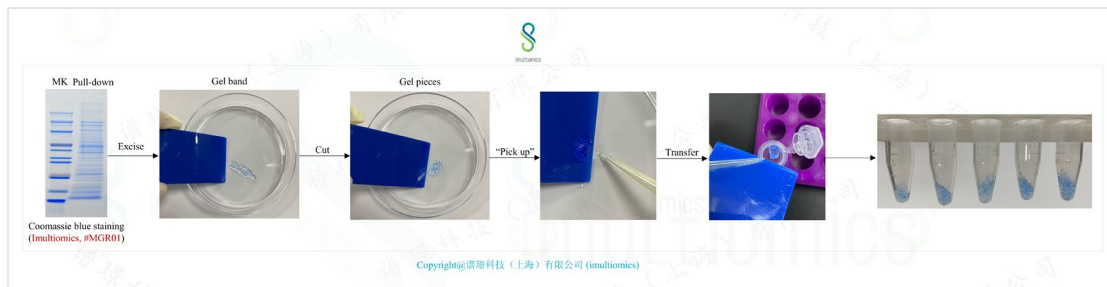

图 1. 考马斯亮蓝染色胶条切胶流程
3. 如图 1 所示，使用 SDS-PAGE 电泳系统配备的起胶器或手术刀片 (务必用超纯水清洗干净)，切割相应的差异条带 (胶条) 并转移到洁净的玻璃培养皿中。向胶条上滴加适量超纯水，减少/避免切胶时胶粒“弹飞”。用起胶器将胶条“剃”成小颗粒后，转入 1.5ml 的离心管 (请务必使用高质量的离心管，避免后续试剂溶解塑料组分，污染样品和质谱系统)。
4. *Tips: (1) 切割胶条时，只切割染色位置即可。胶条不要切得过大 (上下宽度<10mm 为佳)，否则会导致后续酶解效率低下。(2) 如要切割目的条带范围比较大，则可分割成几块，分别进行后续的脱色、脱水干燥、酶解和肽段溶液提取。最后可将提取的肽段溶液合并后进行除盐和质谱检测。